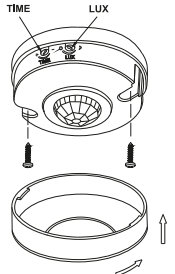

Рисунок 6.
- повернуть против часовой стрелки защитную крышку датчика. Снять крышку (рисунок 6)